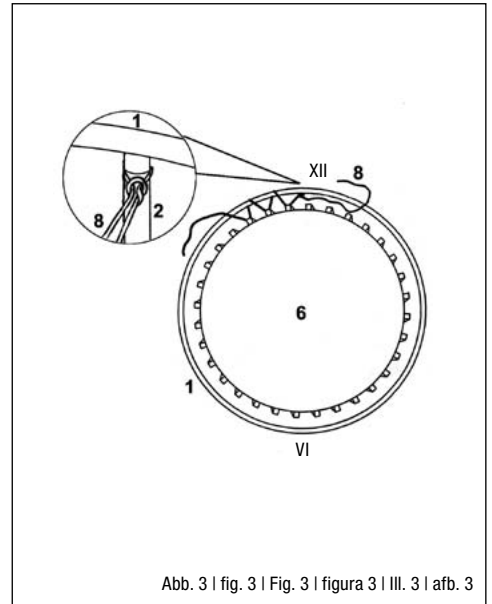
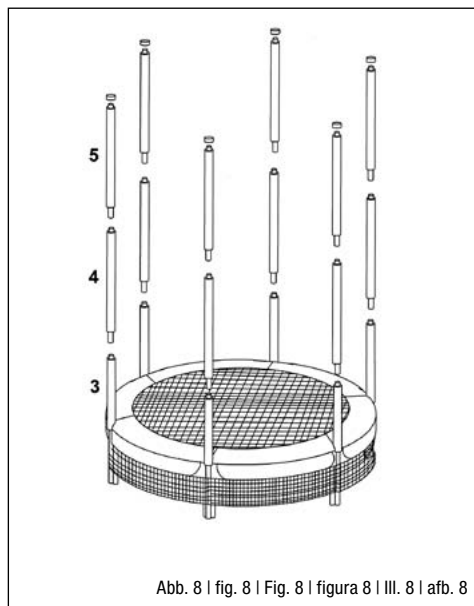
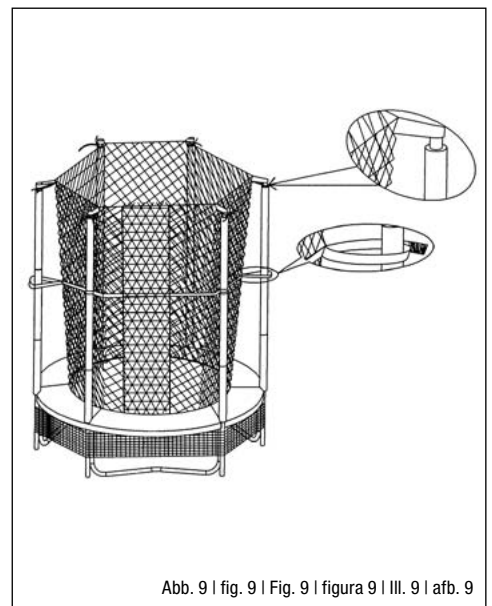

Abb. 3 | fig. 3 | Fig. 3 | figura 3 | III. 3 | afb. 3
Abb. 8 | fig. 8 | Fig. 8 | figura 8 | III. 8 | afb. 8
Abb. 9 | fig. 9 | Fig. 9 | figura 9 | III. 9 | afb. 9
Befestigen Sie das Rebound-Seil (8) in seiner Mitte mit einem Knoten an einem Fußstützen (das markiert die Position XII) (Abb. 3).
Aus Gründen der Übersichtlichkeit ist das Sicherheitsnetz in Abb. 3 bis Abb. 8 nicht dargestellt. Tatsächlich ist jedoch die Unterseite des Sicherheitsnetzes mit der Sprungmatte zusammengenäht und mit 12 Klettverschlussstreifen versehen.
Montieren Sie das mittlere (4) und obere Rohr (5) des Sicherheitsnetzes am unteren Rohr (3) (Abb. 8). Achten Sie darauf, dass die Druckknöpfe alle eingerastet sind. Bringen Sie danach das Sicherheitsnetz an die Rohre an. Verankern Sie das Netz zunächst an den oberen Rohrenden mit den elastischen, geschlossenen Schlaufen; sichern Sie das Netz zusätzlich, indem Sie die Bänder am oberen Rand des Sicherheitsnetzes an die Rohre festbinden. Danach befestigen Sie die Klettschlaufen in der Mitte der Rohre (Abb. 9).